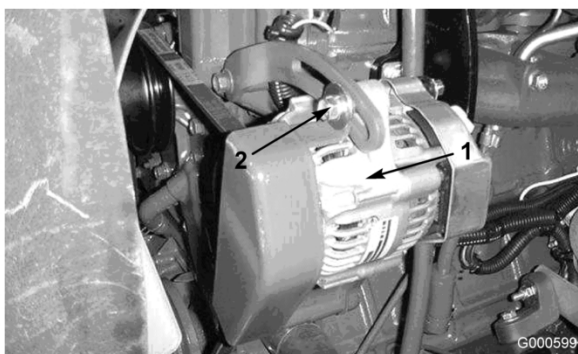

Figura 52
Compruebe la condición y la tensión de las correas (Figura 52) cada 100 horas de operación.
2. Si la desviación no es de 3/8 pulg. (10 mm), afloje los pernos de montaje del alternador (Figura 52). Aumente o reduzca la tensión de la correa del alternador y apriete los pernos. Verifique de nuevo la desviación de la correa para asegurarse de que la tensión es la correcta.